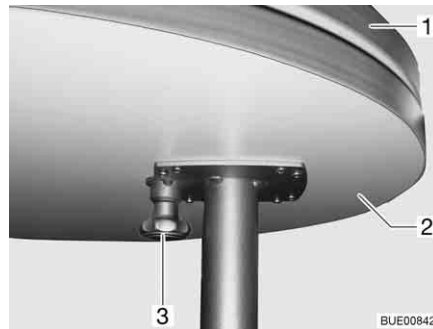

Fig. 111 Prolunga estraibile del tavolo
- Premere il tasto (Fig. 111,3) del bloccaggio e ruotare verso l'esterno la prolunga del tavolo (Fig. 111,2).
- Ruotare la prolunga del piano del tavolo (Fig. 111,2) sotto il piano del tavolo (Fig. 111,1), finché non si sente scattare il bloccaggio.